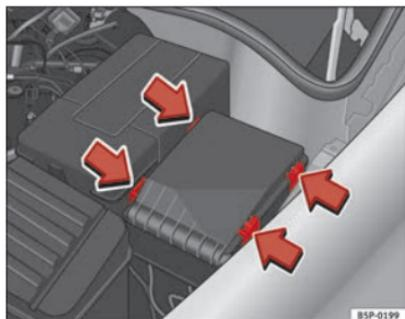

Abb. 186 Im Motorraum: Abdeckung des Sicherungskastens.
- Verriegelungstasten in Pfeilrichtung drücken, um den Deckel des Sicherungskastens zu entriegeln ⇒ Abb. 186.